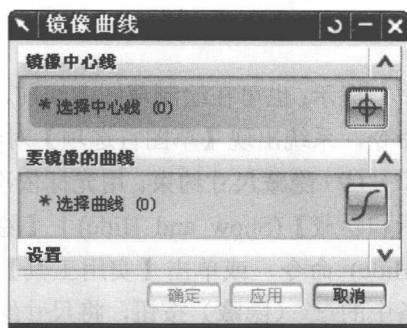
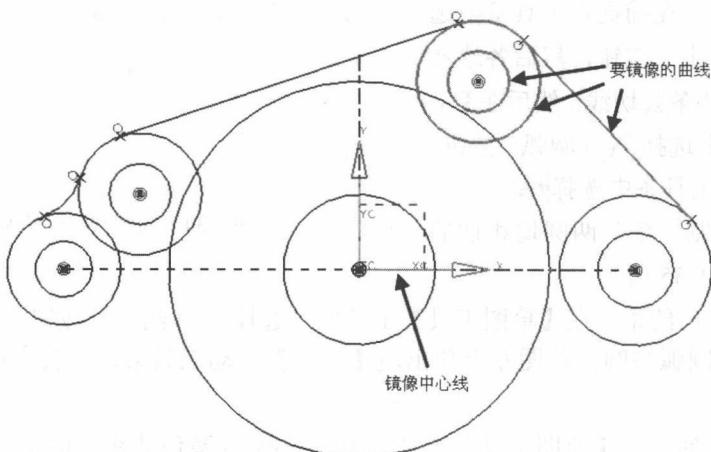
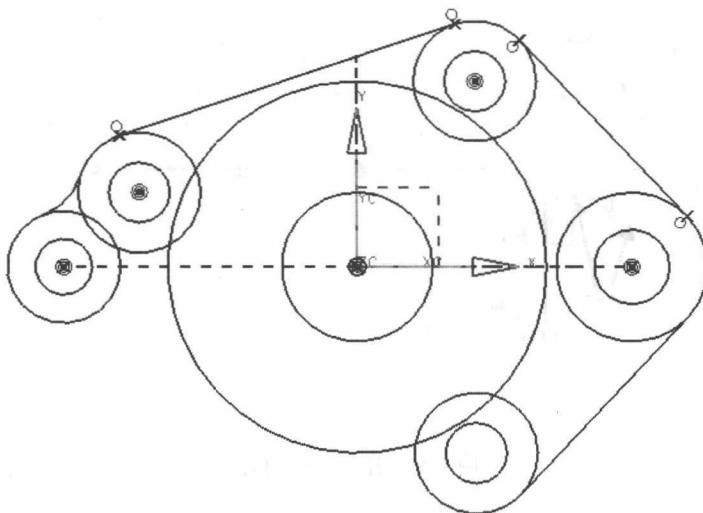

图 1-37 【镜像曲线】对话框
图 1-38 选择镜像中心线和要镜像的曲线
图 1-39 镜像曲线结果
(12) 镜像曲线。在【草图工具】工具条中选择 M (镜像曲线) 按钮，系统出现【镜像曲线】对话框，如图 1-37 所示。在图形中选择如图 1-38 所示的 X 轴为镜像中心线，接着选择如图 1-38 所示的曲线，最后单击【确定】按钮，完成镜像曲线操作，如图 1-39 所示。